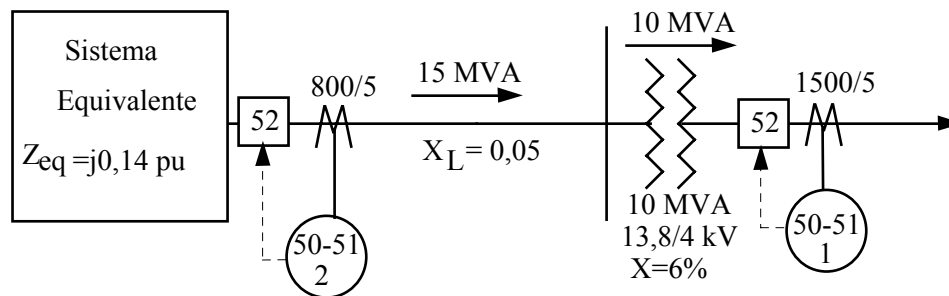

Figura 10
19. El sistema de la Figura 10 está protegido con relés de sobrecorriente tipo IAC (Problema 17). Todos los datos en pu, están en base 10 MVA. Considerando para el relé 50-1 un ajuste de 1,5 veces la corriente nominal, determine: